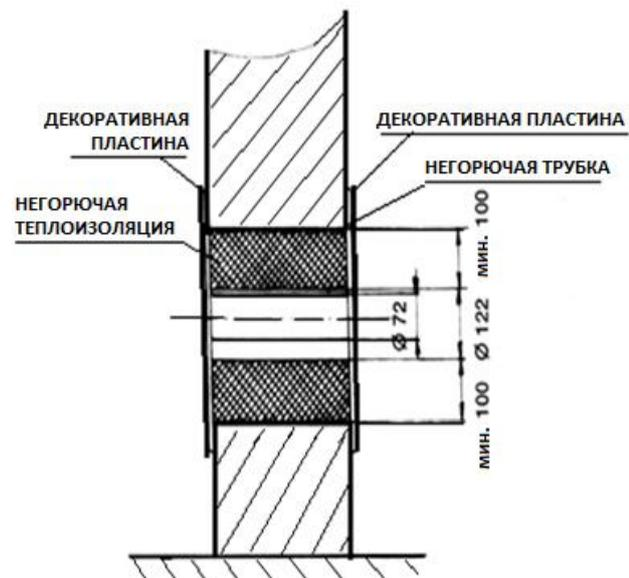

Рис. 11
- Установка дымохода в стену из горючих материалов (особенно в домах с теплоизоляцией) регулируется стандартом ČSN 06 1008. Монтаж должен быть выполнен таким образом, чтобы температура поверхности теплоизоляции не превышала допустимое значение 60 °C. Пример монтажа представлен на рис. 11.